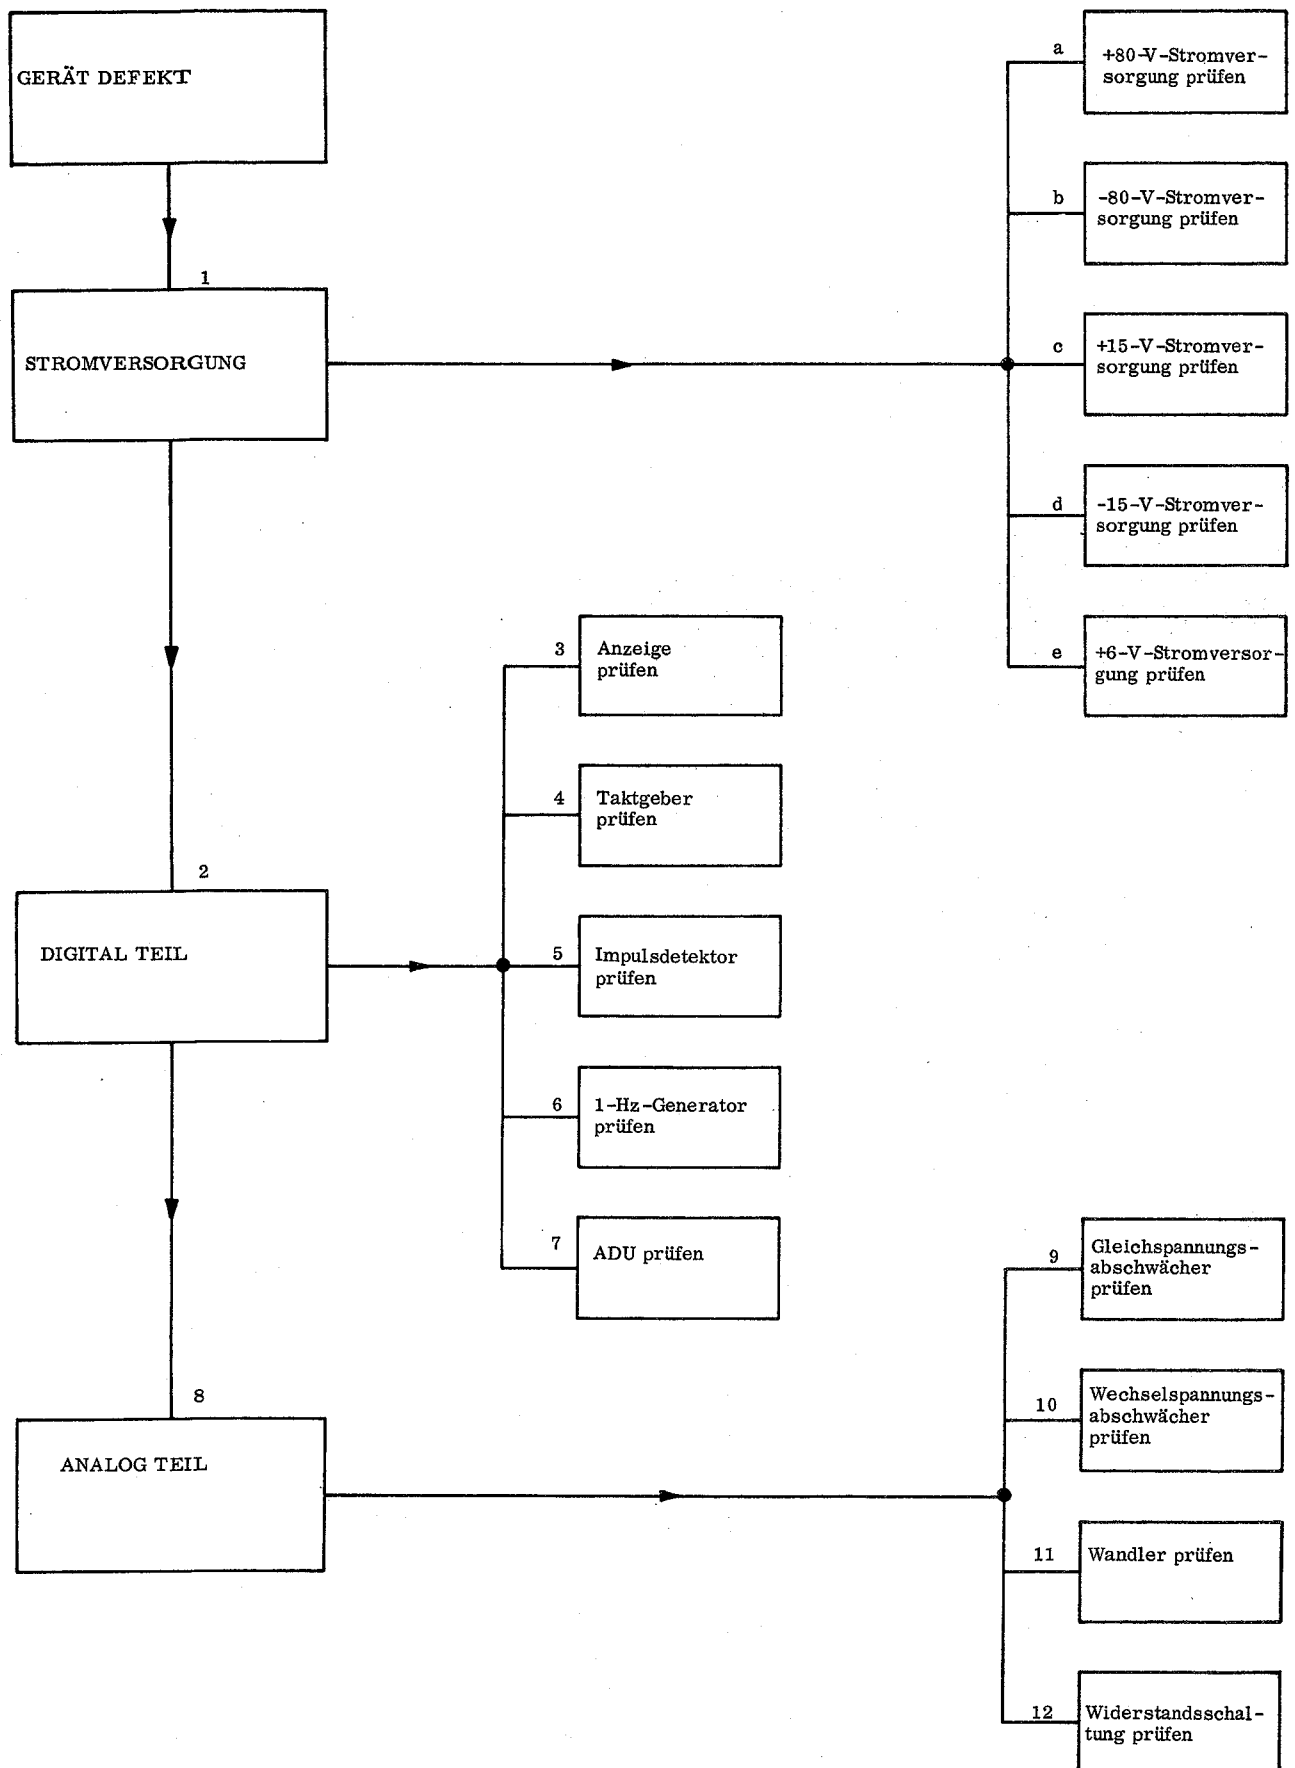

Abb. 30. Flussdiagramm für systematische Kontrolle
6. In Abb. 30 ist ein Flussdiagramm zum systematischen Prüfen des Geräts veranschaulicht. Die individuellen Tests sind weiter in nachstehenden Hinweisen beschrieben.
Kontrollieren der Speisespannungen siehe Abschnitte XII, A. 3. und XII, A. 4. Die in Abb. 30 angegebene Reihenfolge (a, b, c, d und e) ist zu beachten. Der Stromverbrauch für die verschiedenen Speiseeinheiten ist aus nachstehender Tabelle ersichtlich.